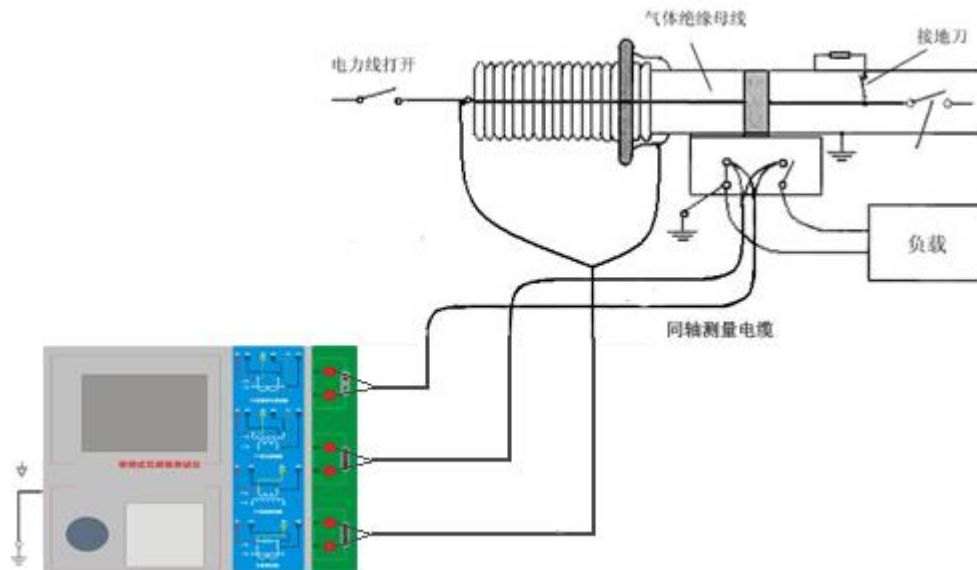

图 C.4 测试仪对 GIS（SF6）开关上的 CT 测试时的接线方式
4. 测试仪在对 GIS（SF6）开关上的 CT 测试时的接线方式如图 C.4 所示。